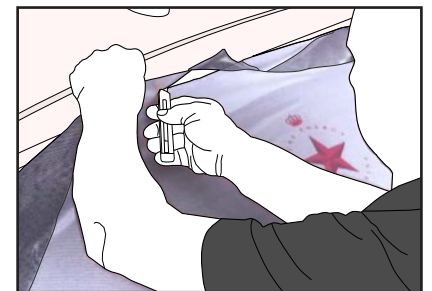

Figure 18
- › Pré-découper le haut du film pour ne laisser qu'1 à 2 cm de film dépasser de la vitre. (FIG. 18)